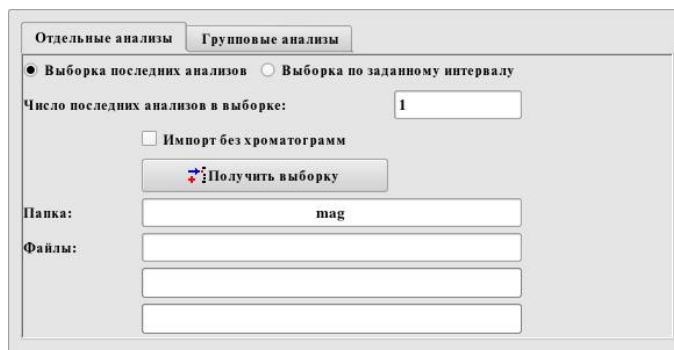

Рис.2.4-7
- Импорт отдельных анализов с выборкой по N последних анализов осуществляется выбором вкладки «Отдельные анализы» и выбором опции «Выборка последних анализов». Вид диалога представлен на Рис.2.4-7: